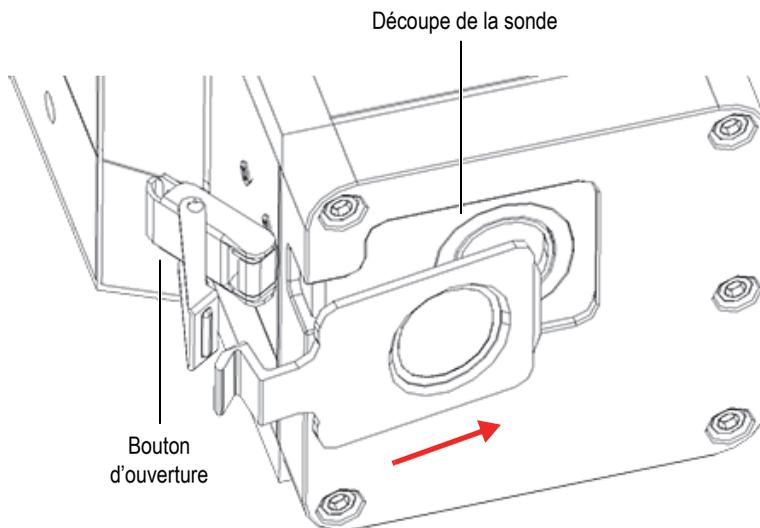

Figure 4-9 Positionnement de la plaque frontale sur la découpe de la sonde
3. À l'aide du bouton d'ouverture, positionnez la plaque frontale sur la découpe de la sonde (Figure 4-9 à la page 68)